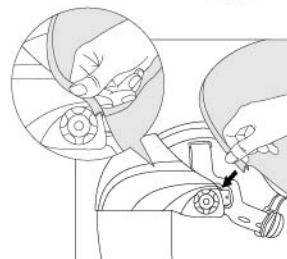

fig. 18a
Paso 1: Inserte la capa sellante en forma de U en el borde de la carcasa de la pantalla de protección facial. Presione con el pulgar el borde de la capa sellante para que se fije en la carcasa de la pantalla de protección facial (véase la fig. 18a).